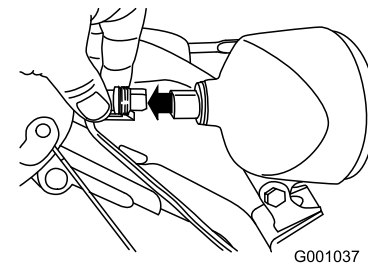

Figure 63
1. Débranchez le connecteur à l'arrière du phare (Figure 63).